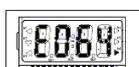

图 8
- 2) 按“确认”键，此时液晶显示如图 8 所示。说明此模块的类型值为“64”，表示此联动模块为单动作直流输出模块，回答不取反。